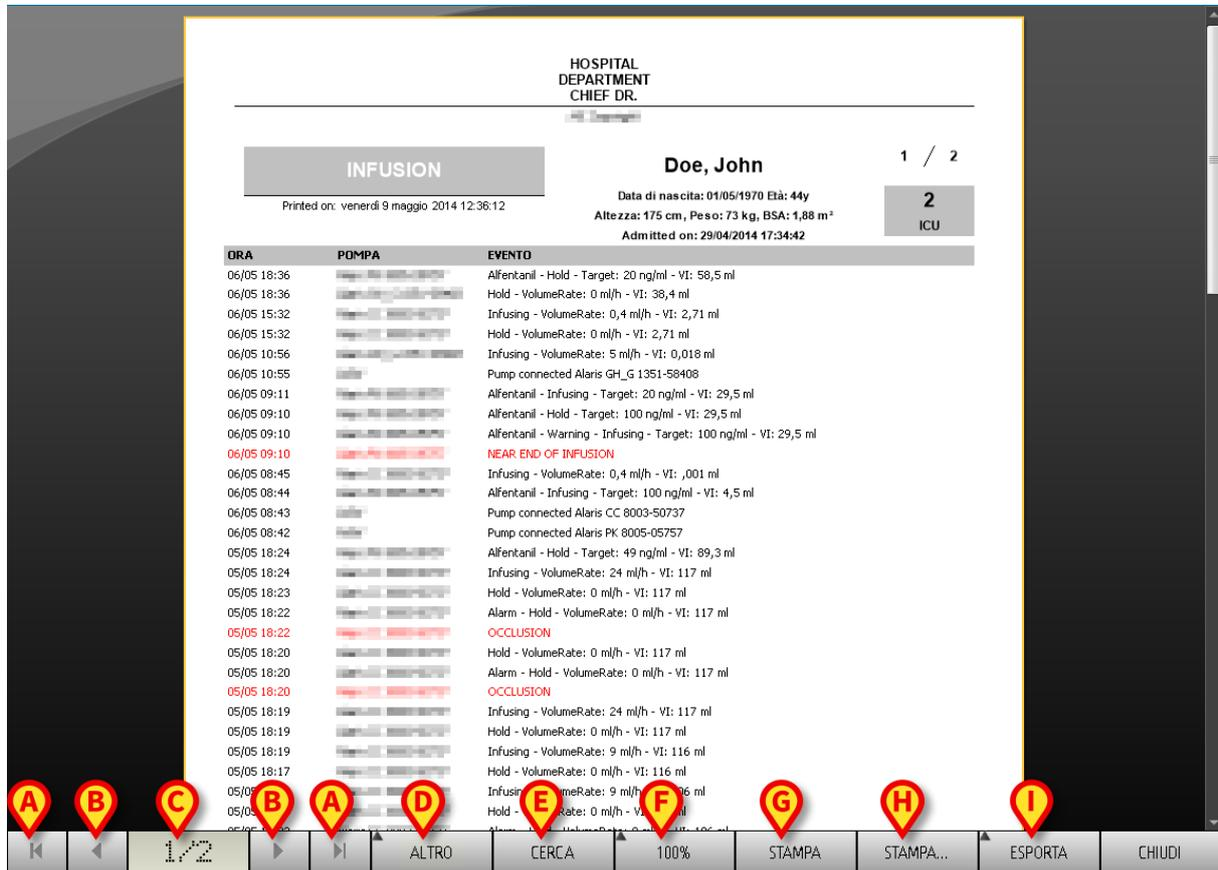

Fig 29
- cliccare su uno dei pulsanti presenti sulla finestra. Si aprirà una schermata di anteprima di stampa del documento configurato (Fig 29).
A - I pulsanti  e  (Fig 29 A) permettono di portarsi all'inizio e alla fine del documento.
B - I pulsanti  e  (Fig 29 B) permettono di visualizzare la pagina precedente e la pagina successiva.
C - Il display  (Fig 29 C) indica il numero della pagina correntemente visualizzata.
D - Il pulsante **Altro** (Fig 29 D) permette di utilizzare eventuali opzioni aggiuntive di gestione delle stampe (in questa configurazione   possibile aggiungere una filigrana - si veda il paragrafo 6.8.2.1 per una descrizione di queste opzioni).
E - Il pulsante **Cerca** (Fig 29 E) permette di operare una ricerca all'interno del documento visualizzato. Si veda il paragrafo 6.8.2.2 per la procedura.
F - Il pulsante indicante la percentuale **100%** (Fig 29 **F**) è uno zoom che permette di cambiare la modalità di visualizzazione. Si veda il paragrafo 6.8.2.3 per le opzioni disponibili.
G - Cliccare il pulsante **Stampa** (Fig 29 **G**) per stampare il documento.
H - Cliccare il pulsante **Stampa...** (Fig 29 **H**) per aprire la finestra di opzioni di stampa. Tale finestra permette di selezionare la stampante da usare e il numero di copie. Si veda il paragrafo 6.8.2.4 per la descrizione di tale finestra.
I - Il pulsante **Esporta** (Fig 29 **I**) permette di esportare i contenuti del documento in diversi formati. Si veda il paragrafo 6.8.2.5 per la procedura.
Il pulsante **Altro** (Fig 29 **D**) permette di utilizzare eventuali opzioni aggiuntive di gestione delle stampe. Per visualizzare le opzioni disponibili,
Il pulsante **Cerca** (Fig 29 **E**) permette di operare una ricerca all’interno del documento visualizzato. Per attivare le funzionalità di ricerca,
Il pulsante **Zoom** (sul quale è selezionata di default la proporzione **100%** - Fig 29 F) è uno zoom che permette di cambiare la modalità di visualizzazione.
- Cliccare il pulsante **Stampa...** (Fig 29 **H**) per aprire la finestra di opzioni di stampa (Fig 35)
Il pulsante **Esporta** (Fig 29 **I**), se abilitato da configurazione, permette di esportare i contenuti del documento in diversi formati.